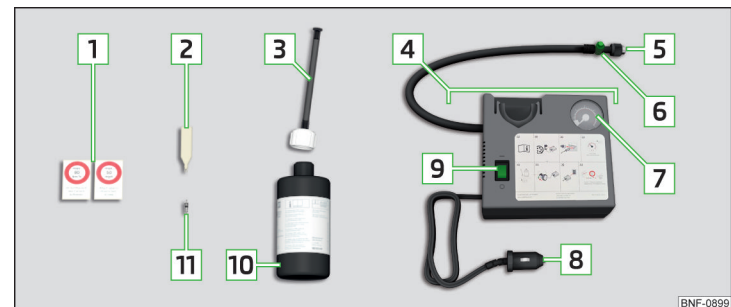

Abb. 266 Pannensetbeschreibung
- ▶ Den Ventileinsatzdreher **2** » **Abb. 266 auf Seite 233** auf den Ventileinsatz stecken, sodass der Ventileinsatz in den Schlitz des Ventileinsatzdrehers passt.
- ▶ Den Reifenfüllschlauch **5** » **Abb. 266 auf Seite 233** fest auf das Reifenventil schrauben.